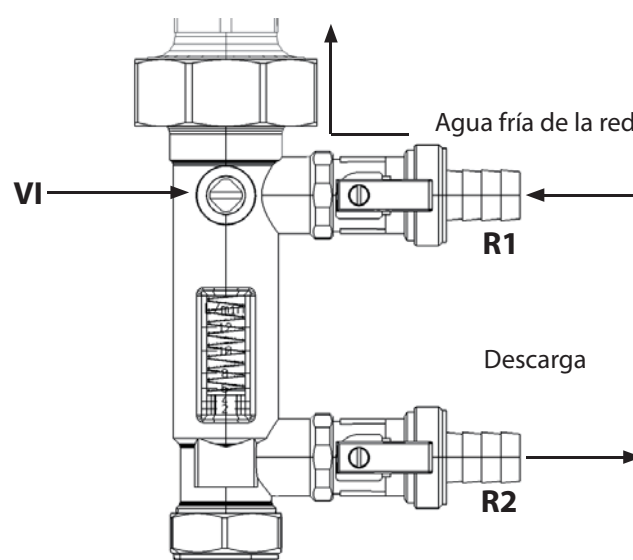

figura 10.2
Cerrar la válvula de interceptación VI (ver figura 10.2)
- ❖ Las llaves de paso deben estar abiertas y la válvula de interceptación VI debe estar cerrada (ver figura 10.2).